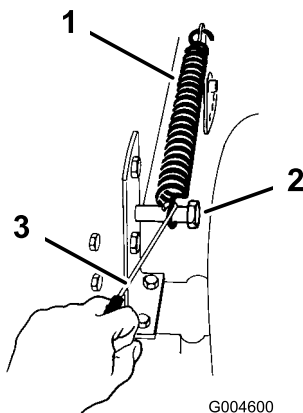

Figure 39
9. Décrochez le boulon de fixation du ressort compensateur de hauteur de coupe (Figure 39) à l'aide du crochet fourni avec le tracteur.
19. Accrochez le ressort compensateur de hauteur de coupe au boulon de fixation (Figure 39) à l'aide du crochet fourni avec le tracteur.